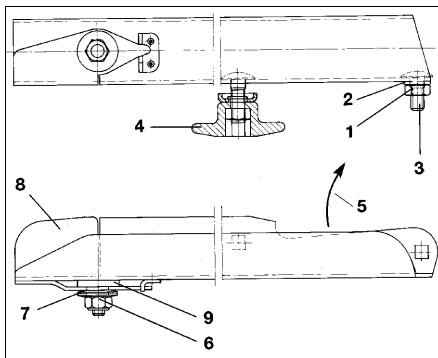

Рис. 63
- Отвинтите самостопорящуюся гайку (Рис. 63/1).
- Уберите подкладную шайбу (Рис. 63/2) и винт с полукруглой низкой головкой (Рис. 63/3).
- Отвинтите барашковую гайку (Рис. 63/4) и замените распределяющую лопасть.
- Самотормозящуюся гайку (Рис. 63/1) затяните так, чтобы распределяющая лопасть могла перемещаться рукой.
Следите за правильным монтажом распределяющих лопастей! Открытая сторона U-образной распределяющей лопасти должна быть обращена в направлении вращения (Рис. 63/5).